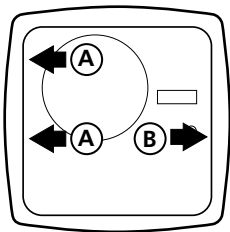

Рис. 3
Для регулировки температуры воздействовать на ручку, обеспечивая совпадение желаемого значения с контрольным указателем. Для блокировки регулировки снять ручку (Рис. 3) и вставить рейтеры, ⑥ находящиеся в основании терморегулятора, в гнезда под самой ручкой.